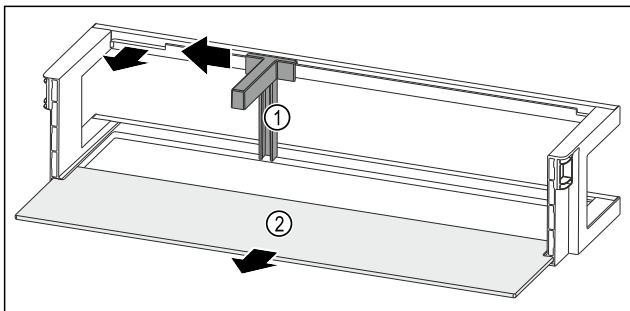

Fig. 203 Türabsteller mit Flaschenhalter und Abstellfläche
- ▶ Flaschenhalter Fig. 203 (1) bis zur Aussparung zur Seite schieben.
- ▶ Flaschenhalter Fig. 203 (1) entnehmen.
- ▶ Abstellfläche Fig. 203 (2) entnehmen.